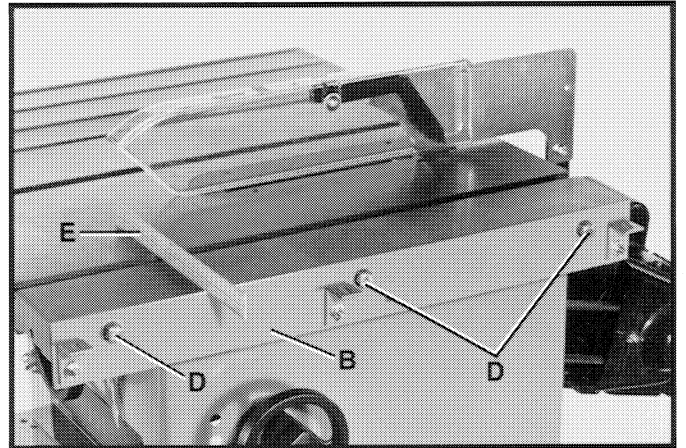

Fig. 30
2. Monte la placa adaptadora de la mesa (B) Fig. 30 al lado derecho de la mesa de la sierra utilizando tres tornillos de cabeza hexagonal de 7/16-20 x 3/4 pulg. de largo (D) y arandelas planas. **AVISO:** Antes de apretar los tornillos (D), coloque una regla (E) sobre la mesa de la sierra y asegúrese que la parte superior de la placa adaptadora (B) esté nivelada con la superficie de la mesa de la sierra o ligeramente por debajo.